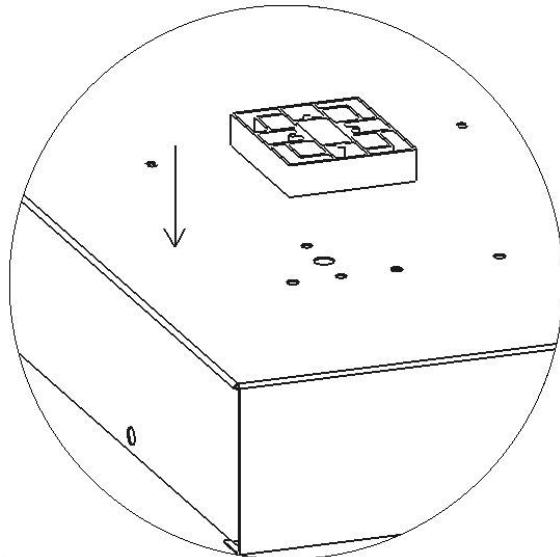

Рисунок 2 - Схема установки проставки пластиковой
6.3 Снимите боковую планку (поз. 3), отвернув удерживающие ее винты (поз. 5). Снимите рассеиватель (поз.2), выдвинув его со стороны боковой планки. Установите проставки пластиковые (поз. 4) в отверстия возле крепежных мест (рисунок 2). Закрепите светильник на опорной поверхности, предварительно разметив точки крепления и пропустив сетевые провода через резиновую заглушку.